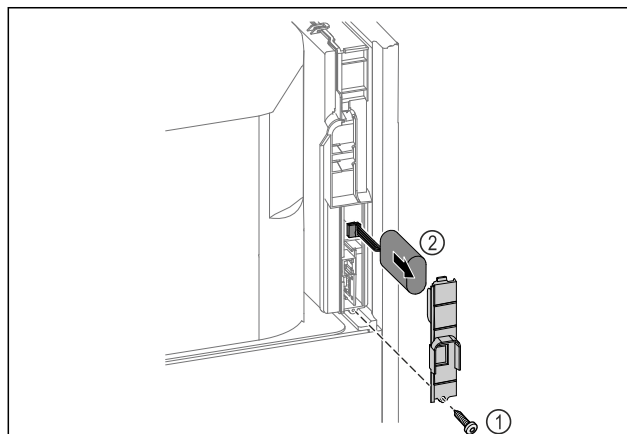

Fig. 222
- ▶ Открутите винт и снимите крышку с задней стороны устройства Fig. 222 (1).
- ▶ Отсоедините и извлеките аккумуляторную батарею Fig. 222 (2).